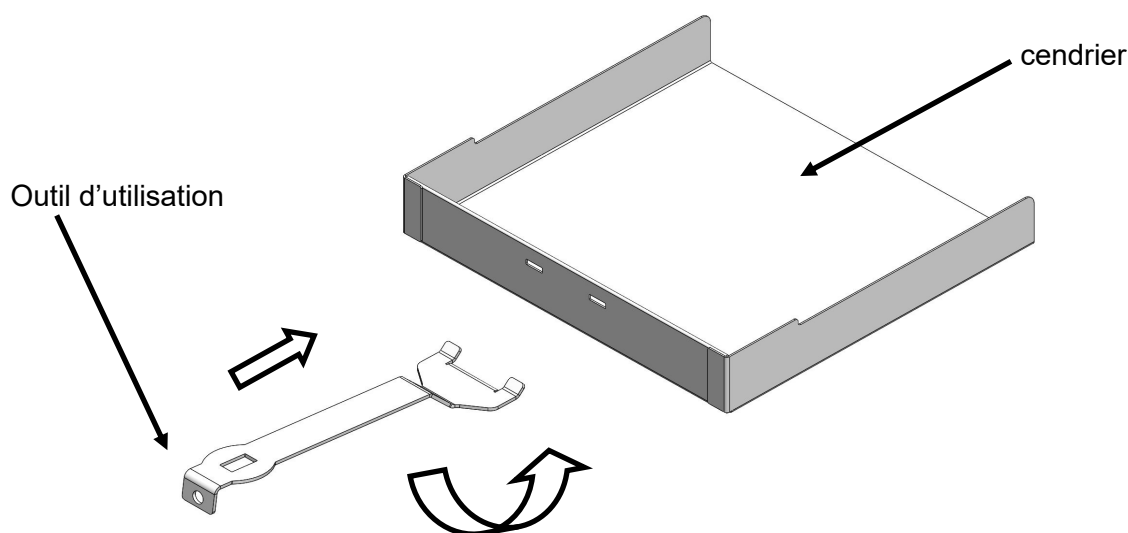

Fig. 7. Cendrier
- Insérez l'extrémité de la fourche de l'outil d'utilisation dans le cendrier (voir Fig. 7.).